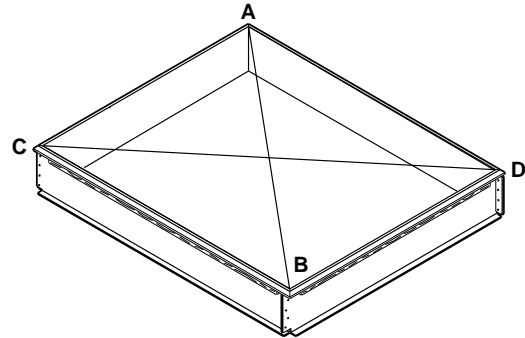

Abbildung 25
2. Messen Sie den Rahmen diagonal von Ecke zu Ecke (s. Abbildung 25). Die Abmessungen müssen gleich sein, damit der Rahmen rechteckig ist.